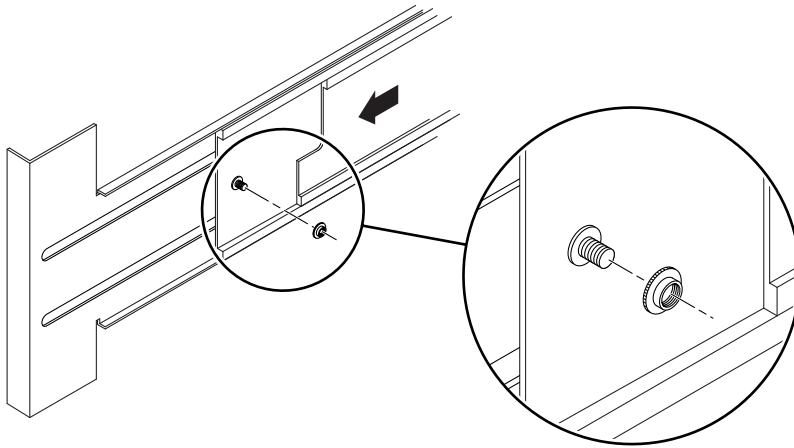

ABBILDUNG 1-15 Einsetzen und Fixieren der Distanzstücke
4. Setzen Sie von der Rückseite des Servers aus die mitgelieferten Distanzstücke auf die auf jeder Seite befindlichen Fixierbolzen auf und ziehen Sie diese fest (ABBILDUNG 1-15).